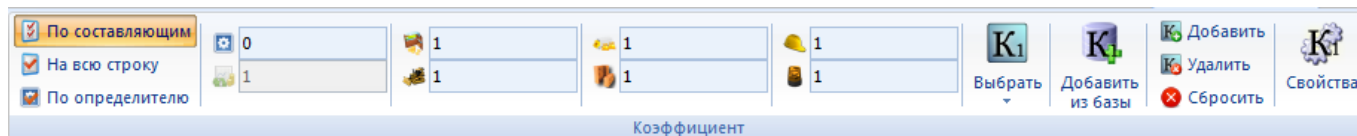

Рис. 3.9 Вкладка **Строка**
2. Перейти на вкладку **Строка** (рис. 3.9), предназначенную для отображения и редактирования параметров выбранного коэффициента к позиции.